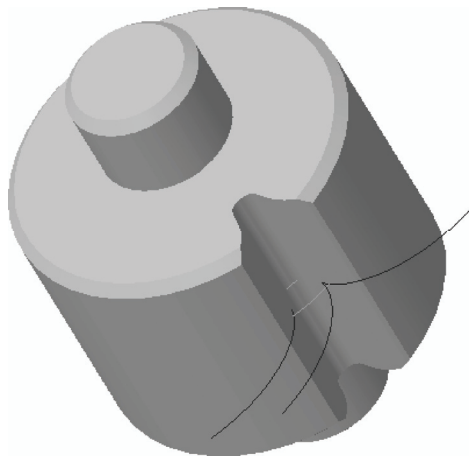

图 15-42 创建倒圆角特征
STEP 14 在“输入恒定半径倒圆角的值”文本框中输入“1.2”, 单击“完成”按钮, 完成倒圆角特征的创建, 如图 15-42 所示。